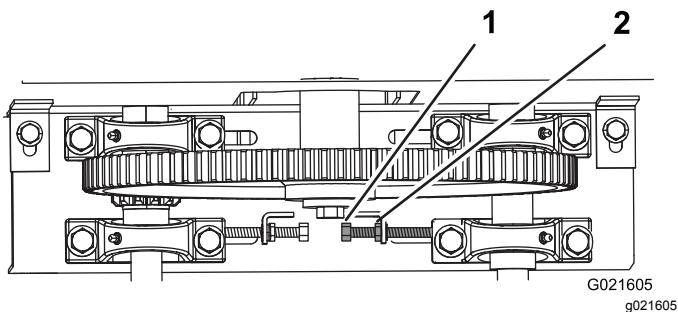

Figura 43
**Nota:** Para deslizar los portacojinetes a la izquierda, es necesario aflojar la contratuerca y el perno tensor (Figura 43). Para deslizar los portacojinetes a la derecha, es necesario aflojar las tuercas y los pernos de montaje del motor (Figura 35).